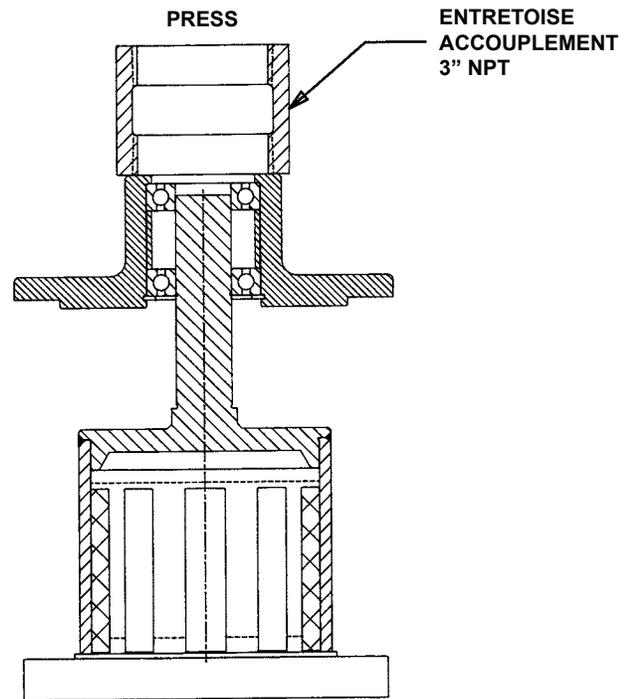

FIGURE 14
1. Placez (1) roulement dans l'alésage du boîtier. Enfoncez doucement dans l'alésage. Placez l'entretoise dans l'alésage et enfoncez le deuxième roulement. Enfoncez doucement jusqu'à ce que les roulements soient au fond. Installez l'anneau de retenue interne dans le boîtier de roulement.
2. Glissez l'arbre de l'aimant externe dans le roulement jusqu'à ce qu'il rencontre une résistance. Placez droit dans la presse (**Voir Figure 14**) placez une entretoise sur l'extrémité du boîtier comme un accouplement NPT de 3" et enfoncez le boîtier jusqu'à ce que les roulements sortent sur l'épaule de l'arbre. Installez l'anneau de retenue externe sur l'arbre de l'aimant externe.